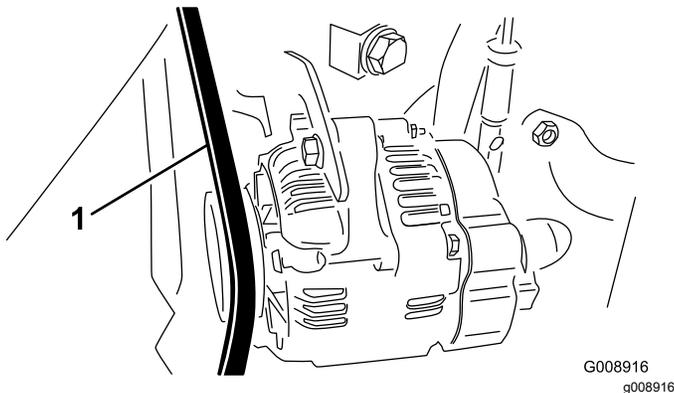

Bild 71
2. Prüfen Sie die Spannung, indem Sie eine Kraft von 30 N·m in der Mitte zwischen der Lichtmaschine und den Kurbelwellenscheiben ansetzen (Bild 71).